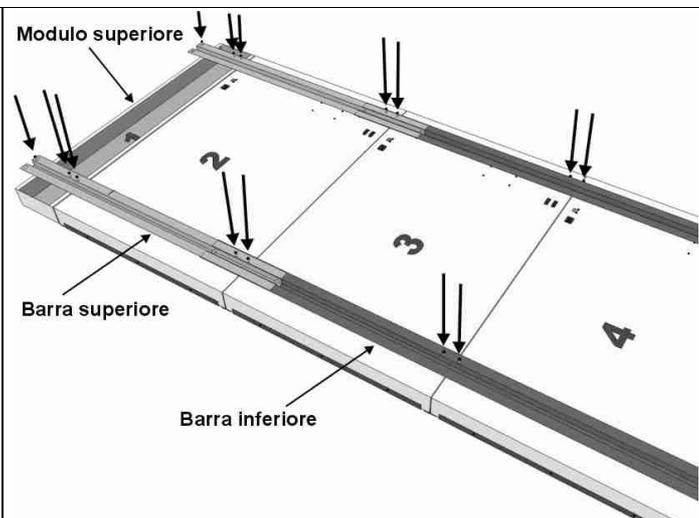

Fig. 8: Unione moduli e staffe
3. Disporre i moduli con la parte frontale rivolta verso il pavimento e secondo la numerazione riportata sul retro (Fig. 8), in modo da formare il pannello voluto (vedere i vari modelli al capitolo 1). Quindi, posizionare le due staffe sopra i moduli allineandone i fori di fissaggio, e bloccarle saldamente ai moduli usando le viti in dotazione (Fig. 8) ed un cacciavite a croce.